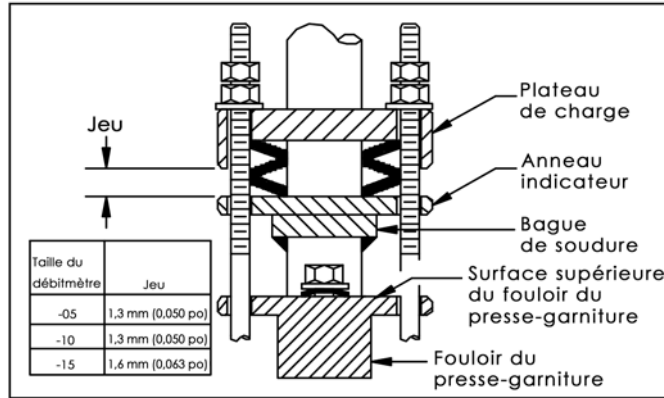

Figure 6. Compression appropriée du ressort
- Placez les trois rondelles frein et les trois écrous de suspension sur les goujons, puis vissez-les. Serrez les écrous de suspension jusqu'à ce que le plateau de charge soit situé à 1,3 mm (0,050") de l'anneau indicateur pour les sondes -05 et -10. Pour les sondes -15, le plateau de charge doit être situé à 1,6 mm (0,063") de l'anneau indicateur (figure 6). Pour les sondes -05, ceci peut être effectué en vissant tous les écrous de suspension jusqu'à ce que le plateau de charge touche seulement l'anneau indicateur, puis en dévissant d'un tour complet tous les écrous de suspension. Pour les sondes -10 et -15, ceci peut être effectué en vissant tous les écrous de suspension jusqu'à ce que le plateau de charge touche seulement l'anneau indicateur, puis en dévissant de 3/4 de tour tous les écrous de suspension. Les ressorts de charge sont maintenant correctement réglés.
- Remarque : le bourrelet de soudage sur la bague de soudure (figure 6) ne doit pas être en contact avec la surface supérieure du fouloir de presse-garniture. Si le bourrelet de soudage sur la bague de soudure entre en contact avec le fouloir de presse-étoupe, la sonde ne pourra pas être insérée jusqu'au fond de la conduite. Si cela se produit, consultez l'usine avant de continuer.